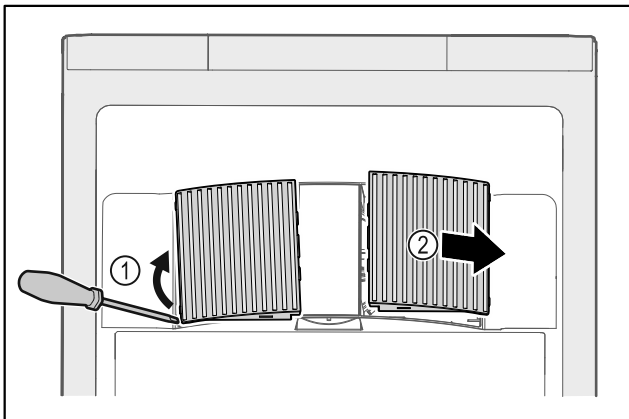

Fig. 144
- ▶ Óvatosan fessegesse le a ventilátor burkolatait oldalról Fig. 144 (1), és emelje le őket előre felé Fig. 144 (2).